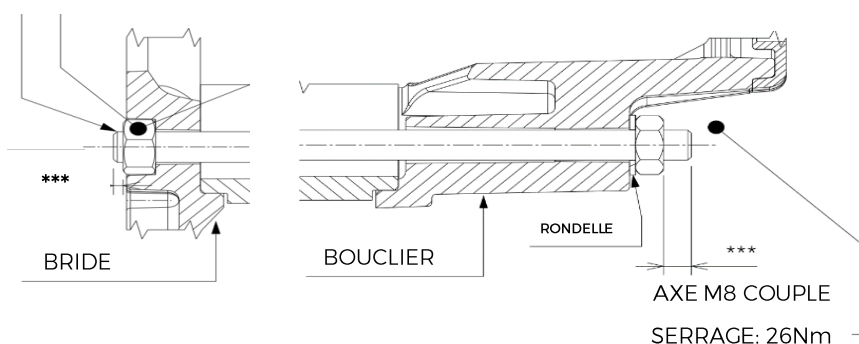

Figure 6-6
10. Vérifier la saillie finale *** du tirant du côté bridage SAE, elle doit varier entre 1,5 et 3mm, comme illustré dans la figure 6-6.